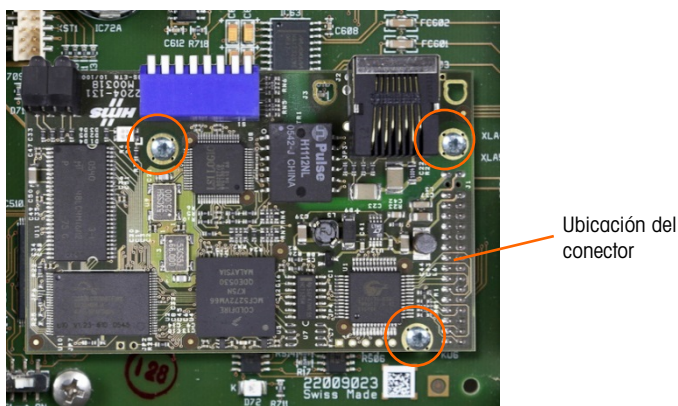

Figura 3-60: Módulo de interfase PLC instalado en la PCB principal
4. Compruebe que todos los conectores estén totalmente asegurados, como se muestra en la Figura 3-60.